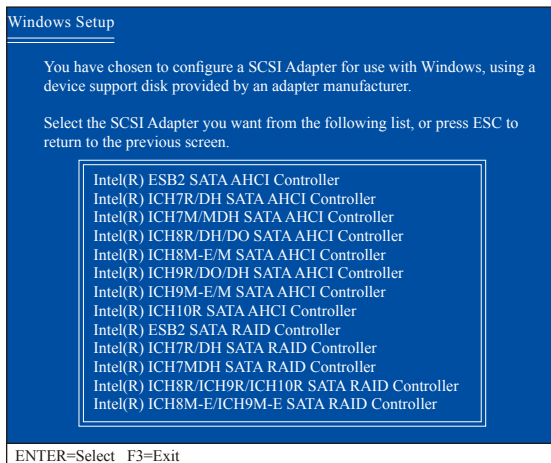

図 3
セットアップがフロッピーディスクの Intel ICH10R SATA RAID/AHCI ドライバを正しく識別したら、以下の図 3 のようなコントローラメニューが表示されます。上または下矢印キーを使用して、表示されたアイテムを 1 つ 選択し、<Enter> を押します。BIOS セットアップの **SATA RAID/AHCI Mode** アイテムを RAID モードに設定 したら、Intel(R) ICH8R/ICH9R/ICH10R SATA RAID Controller を選択します。(AHCI モードの場合、Intel(R) ICH10R SATA AHCI Controller を選択します)。